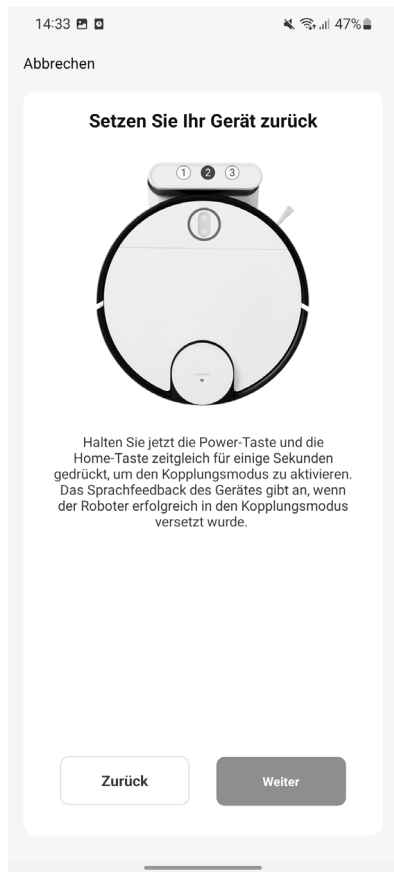

Fig. 5
- ▶ Tenere premuti contemporaneamente  +  per alcuni secondi al fine di portare il robot aspirapolvere e lavapavimenti in modalità di associazione. (vedere la fig. 5)